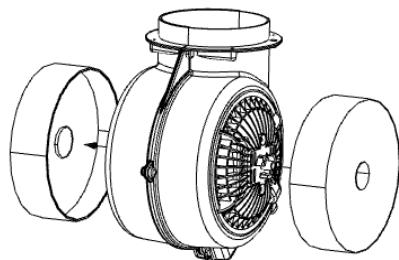

Fig. 13
### Udskiftning af kulfILTER (Fig.13)
3. Fjern kulfILTREne, som er anbragt indenfor i emhætten på begge sider af motoren (Fig.13), ved at dreje dem i i retning mod uret.